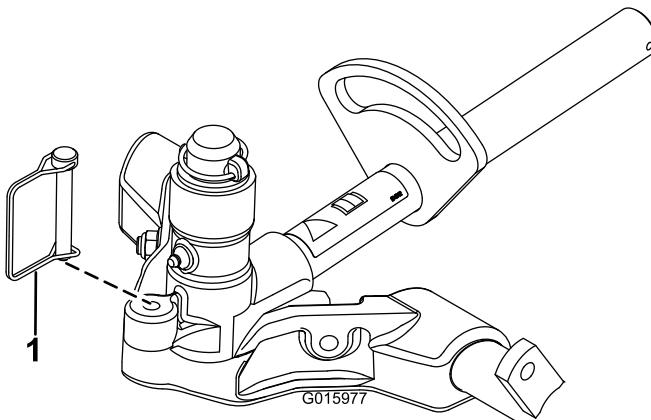

Figura 17
11. Para bloquear (inmovilizar) la dirección de las unidades de corte, sujeté la horquilla de pivote al bastidor de tiro con el pasador de alambre (Figura 17).